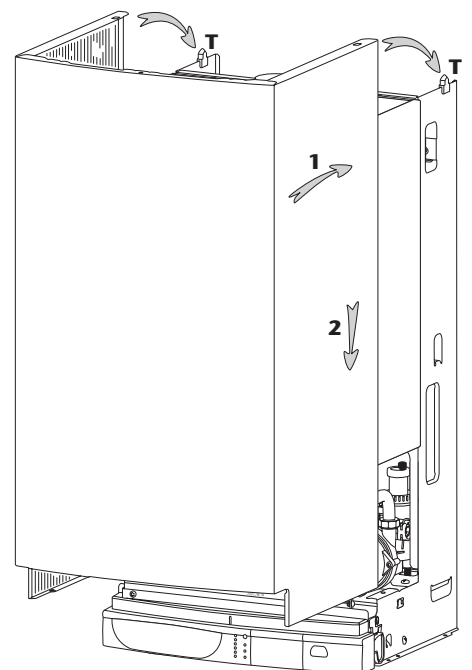

Fig. 21
- plaats de bekleding (fig. 21)